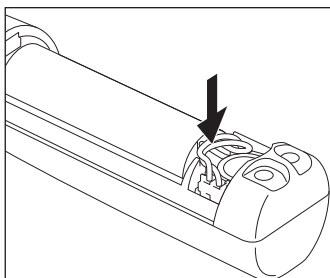
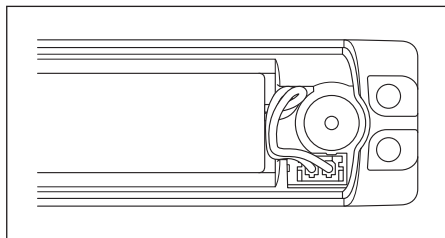

図 16
図 17
- 9) 余ったコードを図示の様に押し込み (図 16)、コードが図示のようになっていることを確認します。(図 17)